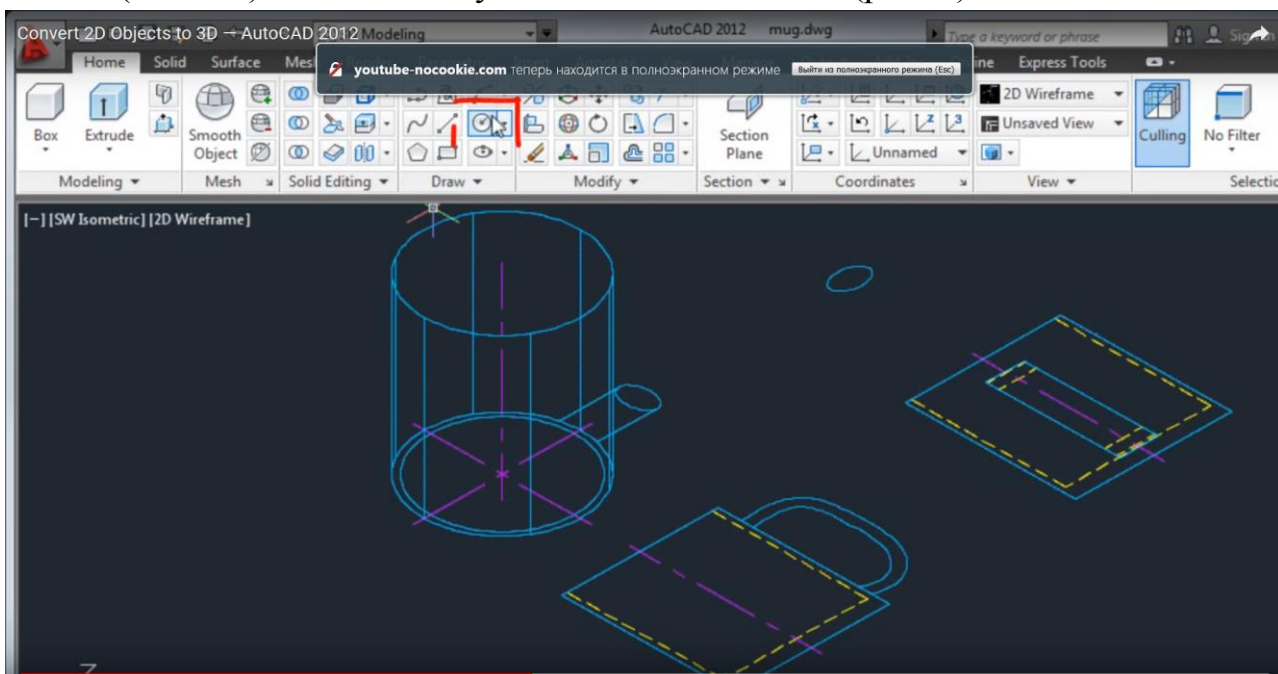

Рис. 4. Высота кружки
2. Перейти к изометрическому (SW Isometric) и с помощью операции Выдавить (Extrude) задать высоту стакана от основания (рис. 4).